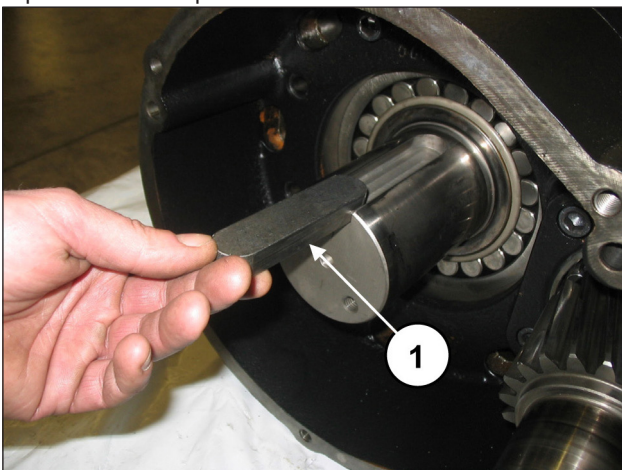
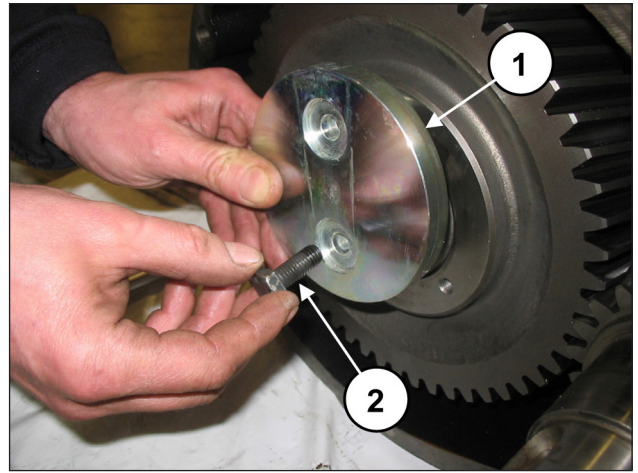

Fig. 62
Fig. 63
Appliquer la languette 22x14x100 dans le logement de l'arbre (rep. ①, Fig. 62) et insérer la couronne sur l'arbre. Fixer le dispositif d'arrêt de la couronne (rep. ①, Fig. 63) en utilisant les 2 vis M10x25 (rep. ②, Fig. 63). Serrer les vis à l'aide d'une clé dynamométrique, en suivant les explications du chapitre 3.